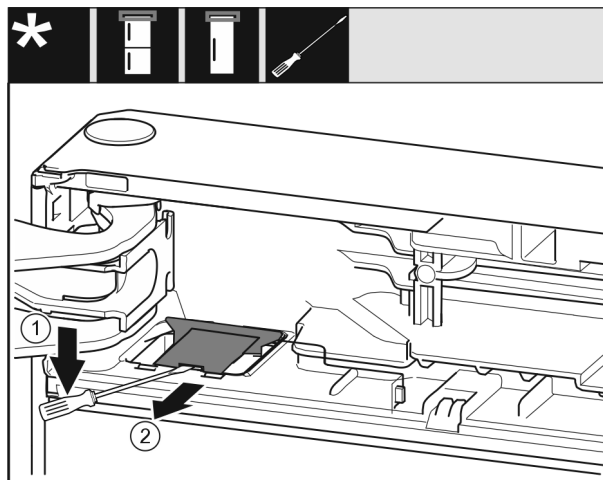

Fig. 7
- ▶ Disinnestare il coperchio con un cacciavite a testa a intaglio e sollevarlo. Fig. 7 (1)
- ▶ Estrarre la copertura. Fig. 7 (2)